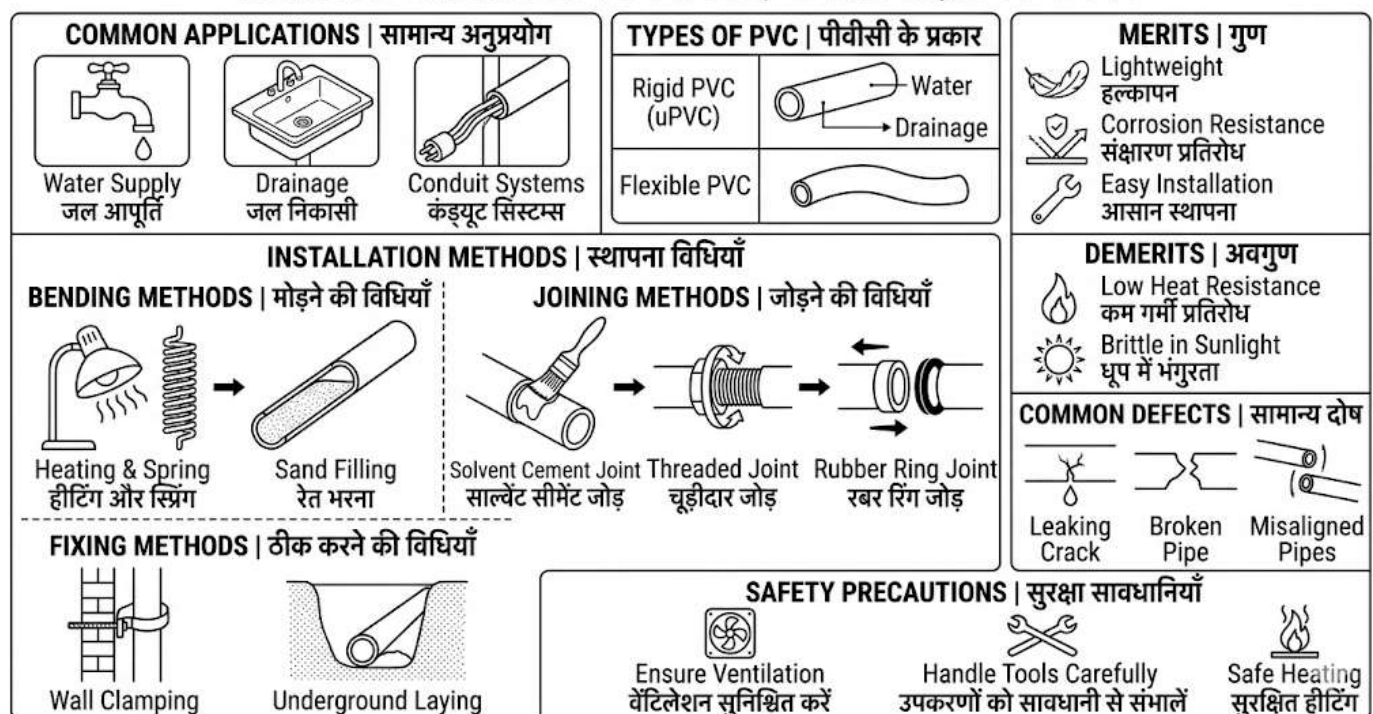

Fig. 8.6: Types, Installation Methods and Applications of PVC Pipes | पीवीसी पाइपों के प्रकार, स्थापना विधियाँ एवं अनुप्रयोग
8.6.1 Introduction to PVC Pipes (Fig. 8.6)
8.6.1 पीवीसी पाइप का परिचय (Fig. 8.6)